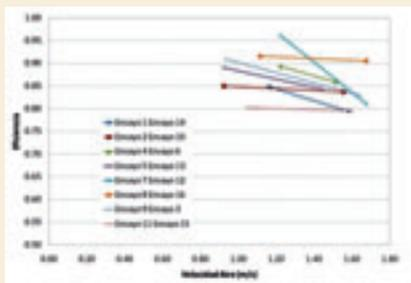

Figura 3. Influencia de la velocidad en la eficiencia con pre-enfriamiento adiabático
respuesta, eficiencia y UA, se representan los ensayos 2 a 2, donde únicamente cambia la variable mostrada. Esto es, por ejemplo en la Fig. (3) entre el Ensayo 1 y el 14 únicamente cambia la velocidad de giro del ventilador, mientras que los caudales y la potencia disipada coincide y así sucesivamente. La figura 3 muestra cómo al aumentar la velocidad de paso del aire disminuye la eficiencia de la sección evaporativa. Esto que se encuentra ya descrito en algunas referencias bibliográficas [10], se justifica por el hecho que al aumentar la velocidad de paso del aire, disminuye el tiempo de contacto con la película de agua del relleno de la sección evaporativa, con lo que se consigue una menor humectación del mismo, y consecuentemente una menor eficiencia.